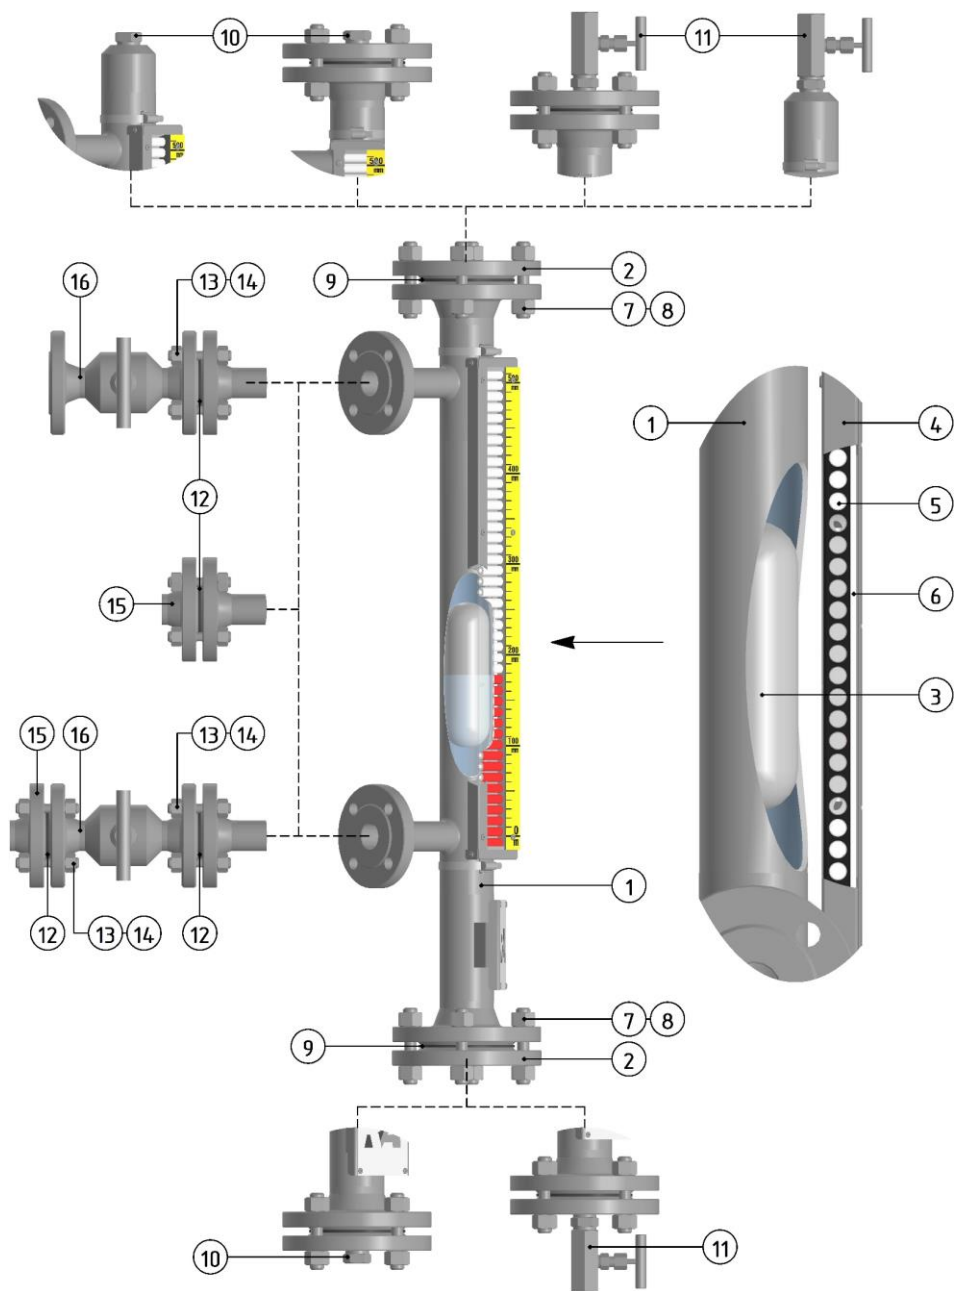

Рисунок 7.3 – Устройство указателя уровня модельных групп ILL-BM-BX16 / -BX40
Продолжение таблицы 2.7 (позиции – см. рисунок 7.3)
Указатель уровня (см. рисунок 7.3) представляет собой камеру ①, внутри которой размещен поплавок ③, а снаружи установлена роликовая шкала ⑤.